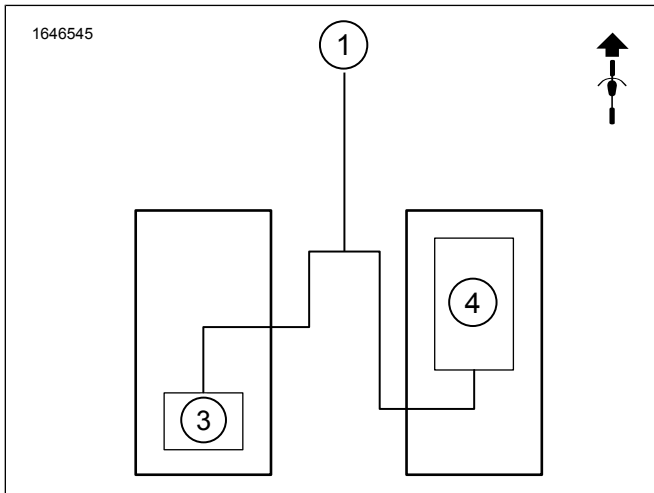
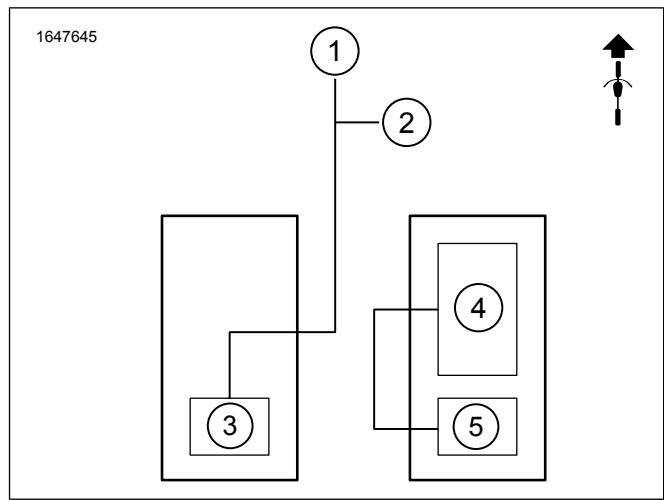
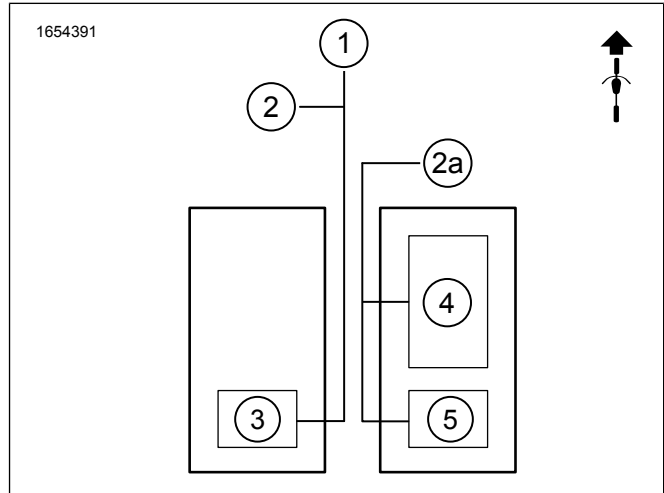
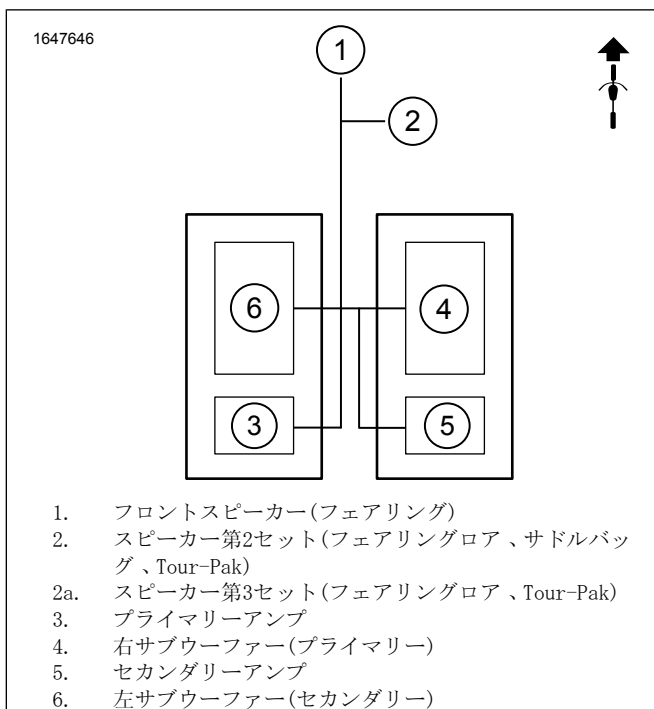

図3。シングルサブウーファー、シングルアンプ、2スピーカー
図4。シングルサブウーファー、デュアルアンプ、4スピーカー
図5。シングルサブウーファー、デュアルアンプ、6スピーカー
図7。デュアルサブウーファー、デュアルアンプ、4スピーカー
「図3」、「図4」、「図7」および「図5」を参照してください。サブウーファーシステムはアンプ(アンプは4チャンネル)から2チャンネルを必要とするため、プライマリーサブウーファーキットおよびセカンダリーサブウーファーキット両方を取り付ける場合、2スピーカー式または4スピーカー式システムでのみ動作します。6スピーカー式システムは、プライマリーサブウーファーキットのみ適合します。
- a. 図3を参照してください。シングルサブウーファー、シングルアンプ、2スピーカー設定用。ハーネスコネクタを再配線する必要があります。ハーネス69203031の再配線を参照してください。コネクタを再配線しない場合、オーディオが機能しません。
- b. プライマリーアンプハーネスコネクタ[351A](オーディオ出力)。図3を参照してください。シングルサブウーファー、シングルアンプ、2スピーカー装備。
- c. セカンダリーアンプハーネスコネクタ[352A_1]または[352A_2](オーディオ出力)。図4を参照してください。シングルサブウーファー、デュアルアンプ、4または6スピーカー。